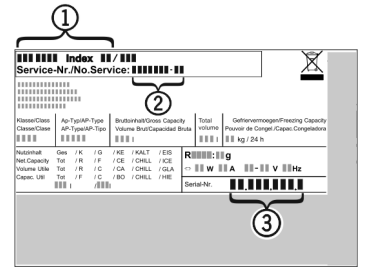

Fig. 15
- ▶ Relever la désignation de l'appareil Fig. 15 (1), le n° de service Fig. 15 (2) et le n° de série Fig. 15 (3) sur la plaquette signalétique. Cette plaquette se trouve sur la paroi intérieure gauche de l'appareil.
- ▶ Informer le S.A.V. et lui communiquer la panne, la désignation de l'appareil Fig. 15 (1), le n° de service Fig. 15 (2) et le n° de série Fig. 15 (3).